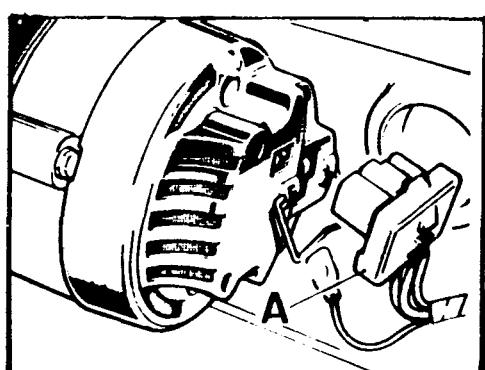

Fig. A1-23 Desconexión del enchufe del alternador
- 1.3. Desconectar el enchufe, A (Fig. A1-23) del alternador.